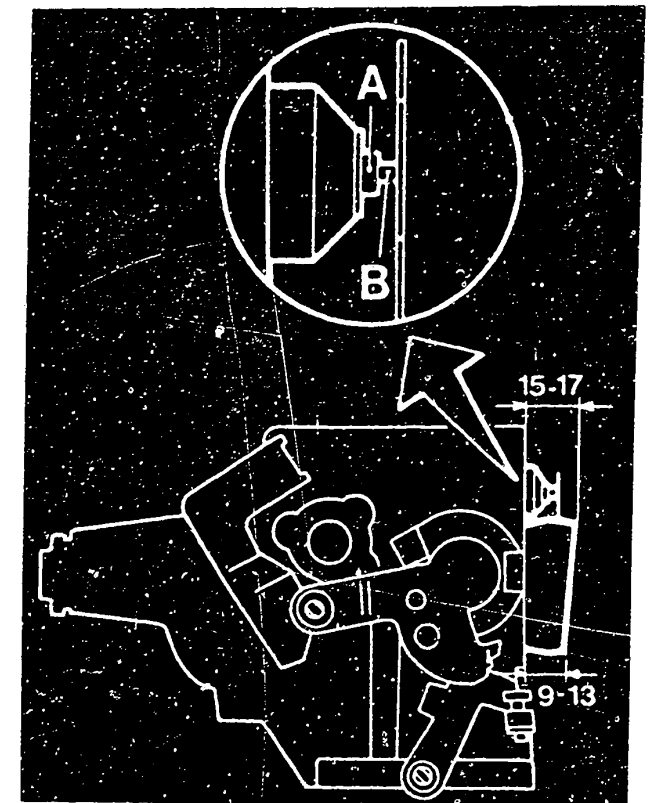

Bild 15 Schwimmerstand-Kontrolle am Zenith-Stromberg-Vergaser 175 CD-2SE. Masse in mm.
a) Das Schwimmergehäuse sitzt unten am Vergaser. Der **Schwimmerstand** wird ermittelt, indem man den Vergaser auf den Drosselklappenflansch legt. Die Schwimbernadel (A) muss vollständig geschlossen sein, ohne dass der Federstift (B) eingedrückt ist (Bild 15).